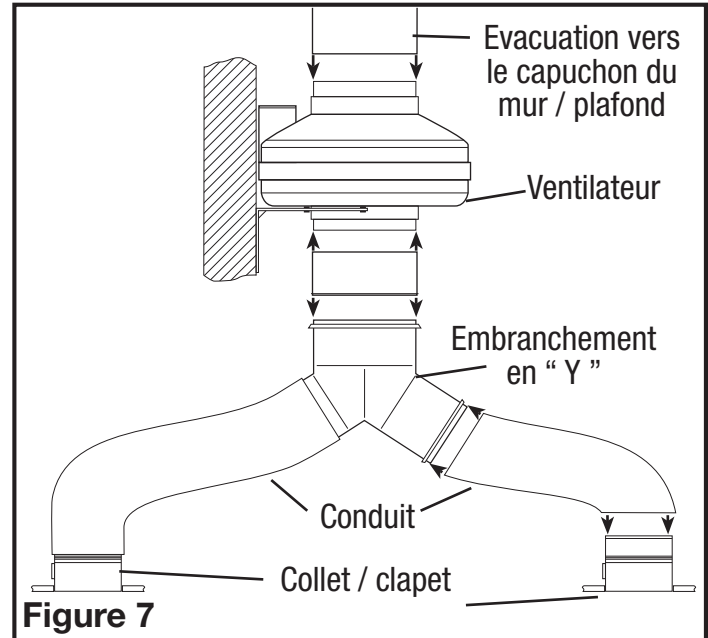

Figure 7
1. Raccordez une extrémité du conduit (non inclus) au collet / clapet au niveau de la pièce et l'autre extrémité à l'embranchement en "Y". Fixez les deux extrémités en place en utilisant du ruban ou un serre-joint afin de créer un joint aussi étanche que possible. Répétez cette étape pour le châssis de la grille de l'autre pièce (Figure 7).
2. Raccordez une extrémité du conduit à la partie supérieure de l'embranchement en "Y" et l'autre extrémité à la prise d'entrée du ventilateur (Figure 7).
3. Raccordez une extrémité du conduit à l'évacuation du ventilateur et l'autre extrémité à un capuchon de mur ou de plafond (Figure 7). Toujours canaliser le ventilateur vers l'extérieur par le biais d'un capuchon de mur ou de plafond.